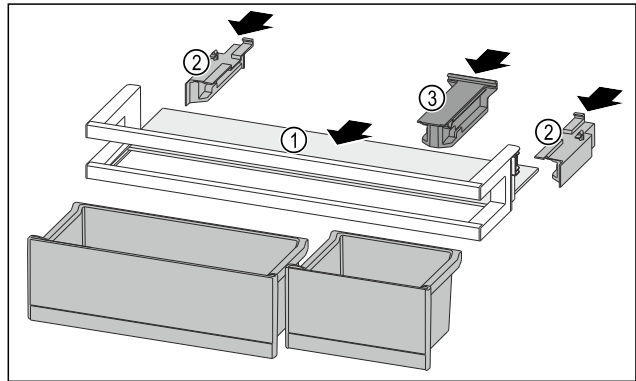

Fig. 243
- ▶ Abstellfläche Fig. 243 (1) in die seitlichen Aussparungen einschieben.
- ▶ Seitenteile Fig. 243 (2) einsetzen.
- ▶ Halteteil Fig. 243 (3) einsetzen.